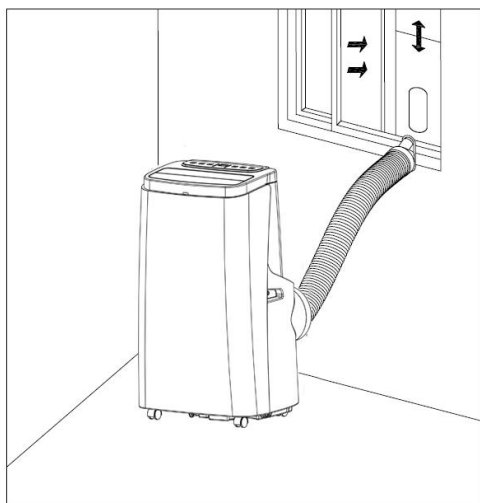
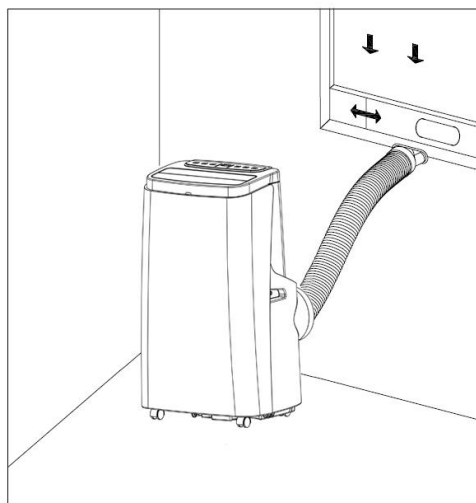

Figure5
Figure 6
2) Allongez le tube d'évacuation et enclenchez l'extrémité plate des joints du tube dans le trou elliptique de l'assemblage de la plaque d'étanchéité de la fenêtre (comme illustré à la figure 5 et à la figure 6).